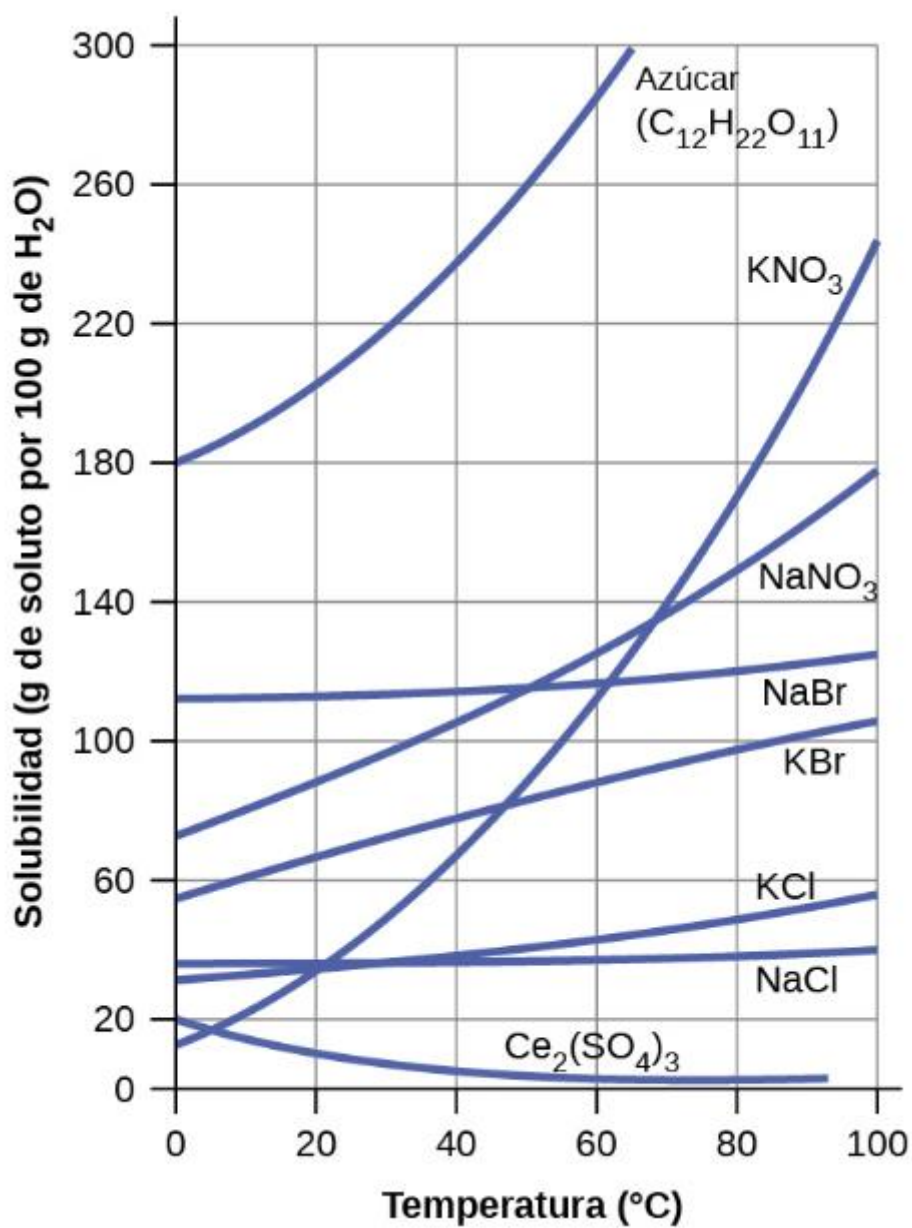

Figura 3 - Solubilidad vs temperatura *para* varios compuestos. Extraído de <https://openstax.org/books/qu%C3%ADmica-2ed/pages/11-3-solubilidad>
- 2) Con la información presentada en la tabla 2 y en la figura 3, indique si las siguientes soluciones son saturadas, insaturadas o sobresaturadas. Fundamente su respuesta indicando argumentos y criterios seleccionados para las conclusiones tomadas.